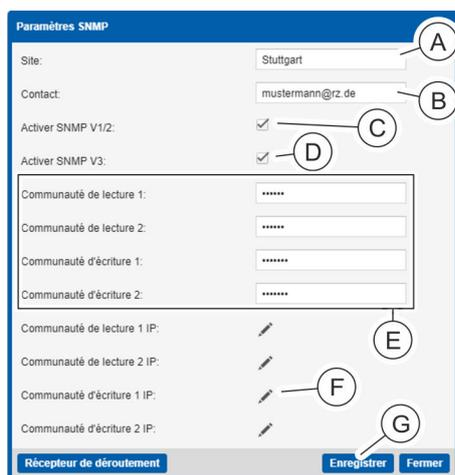

Fig. 137 : Fenêtre « Paramètres SNMP »
2. ➔ Saisir le site (/Fig. 137 A) et le contact (Fig. 137 B) dans la fenêtre « Paramètres SNMP ».
3. ➔ Si nécessaire, cocher la case « Activer SNMP V1/2 » (/ Fig. 137 C).
4. ➔ Si nécessaire, cocher la case « Activer SNMP V3 » (Fig. 137 D).
5. ➔ Le cas échéant, saisir une communauté de lecture ou d'écriture SNMP (Fig. 137 E).
6. ➔ Le cas échéant, cliquer sur un crayon (Fig. 137 F) pour configurer le contrôle d'accès SNMP.
10. ➔ Appuyer sur le bouton « Enregistrer » (Fig. 137 F) pour confirmer la saisie.